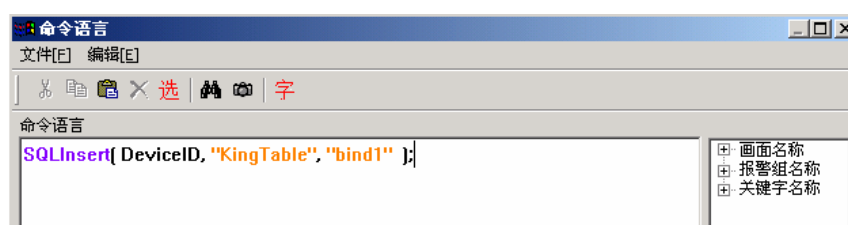

图 9-6 插入记录命令语言
- 2、在按钮的弹起事件中输入如下命令语言，如图 9-6 所示：